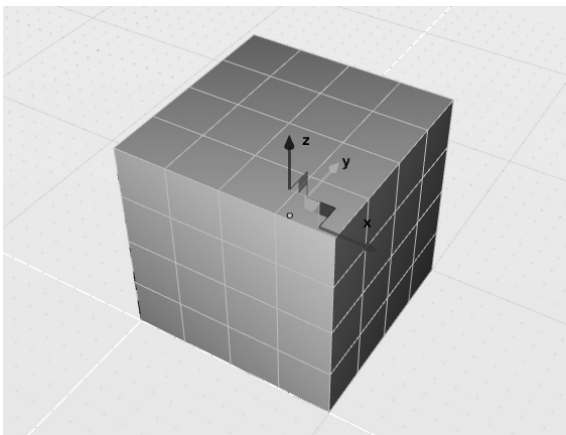

图 2-21 平移操纵杆
2) 激活建模工具栏中的平移工具, 或使用平移快捷键 <W>。此时在立方体上出现一个操纵杆，如图 2-21 所示。